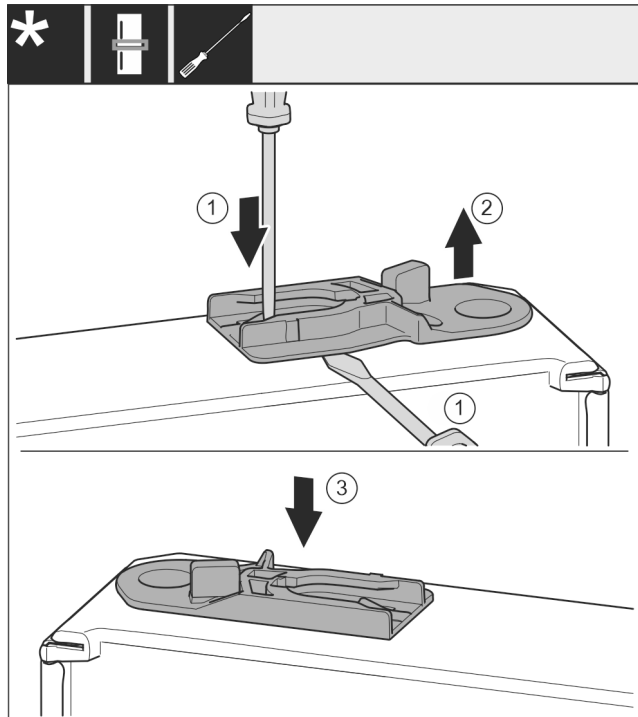

Fig. 48 *
- Nxirrni jashtë manikotën udhëzuese: Shtypni gjuhëzën Fig. 48 (1) me një kaçavidë me kokë petë dhe në të njëjtën kohë futni një kaçavidë me kokë petë poshtë manikotës udhëzuese Fig. 48 (2).*
- Futni në anën tjetër të kasës manikotën udhëzuese Fig. 48 (3) të përfshirë në përmbajtjen e paketimit.*